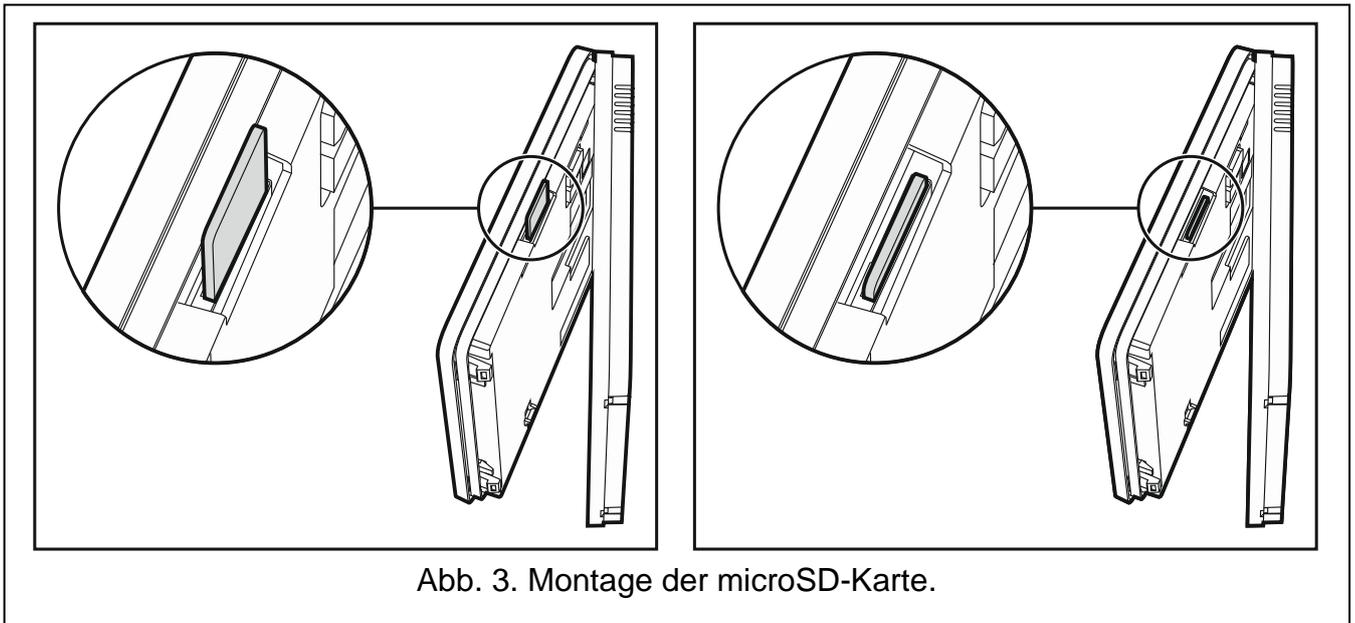

Abb. 3. Montage der microSD-Karte.
2. Setzen Sie die Karte in den Steckplatz ein (siehe: Abb. 3) bis sie gesperrt wird. Die Kontakte der Karte sollen in Richtung des Displays stehen.